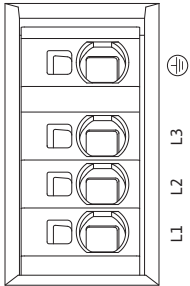

Fig. 33: Güç klemensleri (elektrik şebekesi bağlantısı klemensleri)
- Güç klemensleri (elektrik şebekesi bağlantısı klemensleri) (Fig. 33)